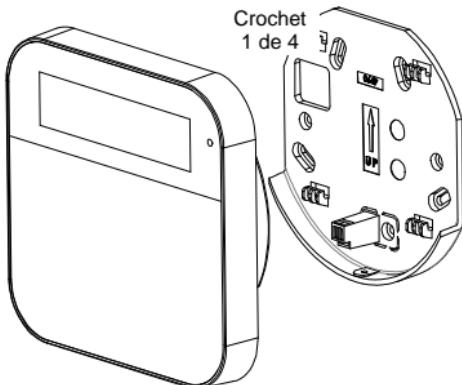

Figure 2
- Fixez le clavier sans fil au support de montage ; pour cela, insérez-le dans les quatre crochets du support (reportez-vous à la Figure 2).